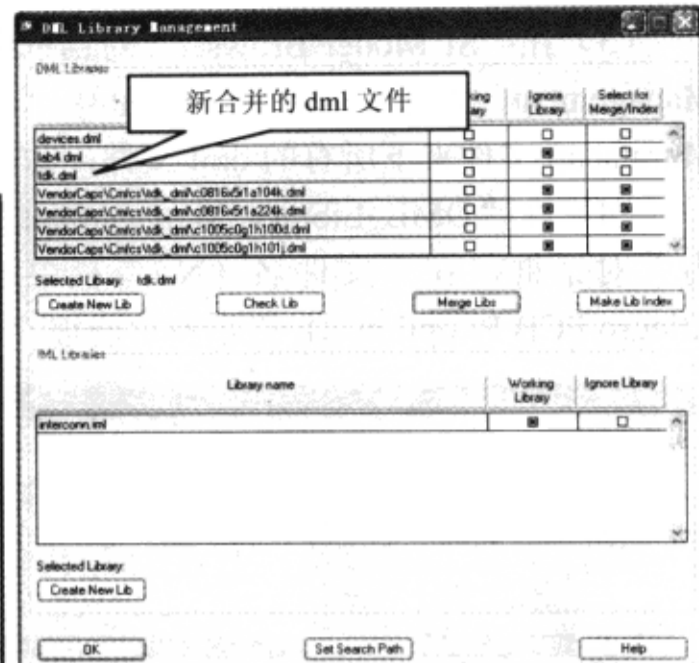

图 10-6-56 DML 文件库管理窗口
(10) 此时 tdk\_dml 文件夹下的 dml 文件合并为一个 tdk.dml 文件，如图 10-6-56 所示。单击“OK”按钮，回到“SI Model Browser”对话框。